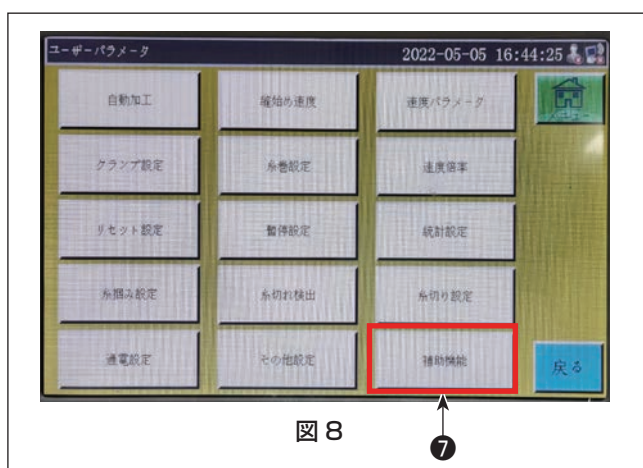
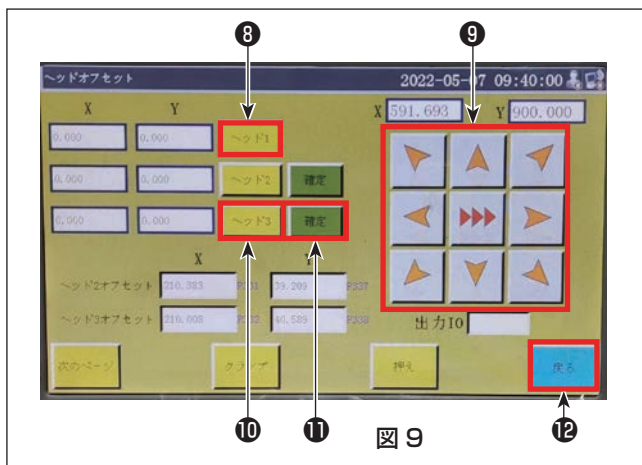

図 8
図 9
7) 「ヘッドオフセット」⑦を押します。(図 8)
7) 「ヘッド 1」 ⑧を押すと、「ヘッド 1」 ⑧脇の X/Y の値が変動します。(図 9)
8) 図 9 の「移動ボタン」 ⑨を押して上下左右に動かし、針で刺したパターン上の点とペンシリンダーのペン先を合わせてから「戻る」 ⑫を押すと、図 8 の画面に戻ります。
調整が終わったら、もう一度図 8 の画面に戻ります。その後、「ベッド 3」 ⑩、「確定」 ⑪を押します。(図 8)